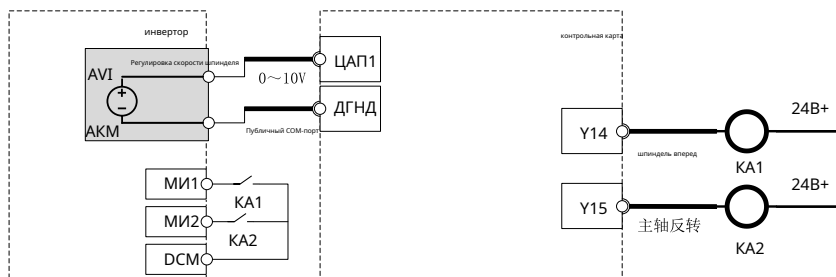

Рисунок 5-6-2
(1) Схема 1. Способ подключения релейной изоляции показан на рис. 5-6-2.